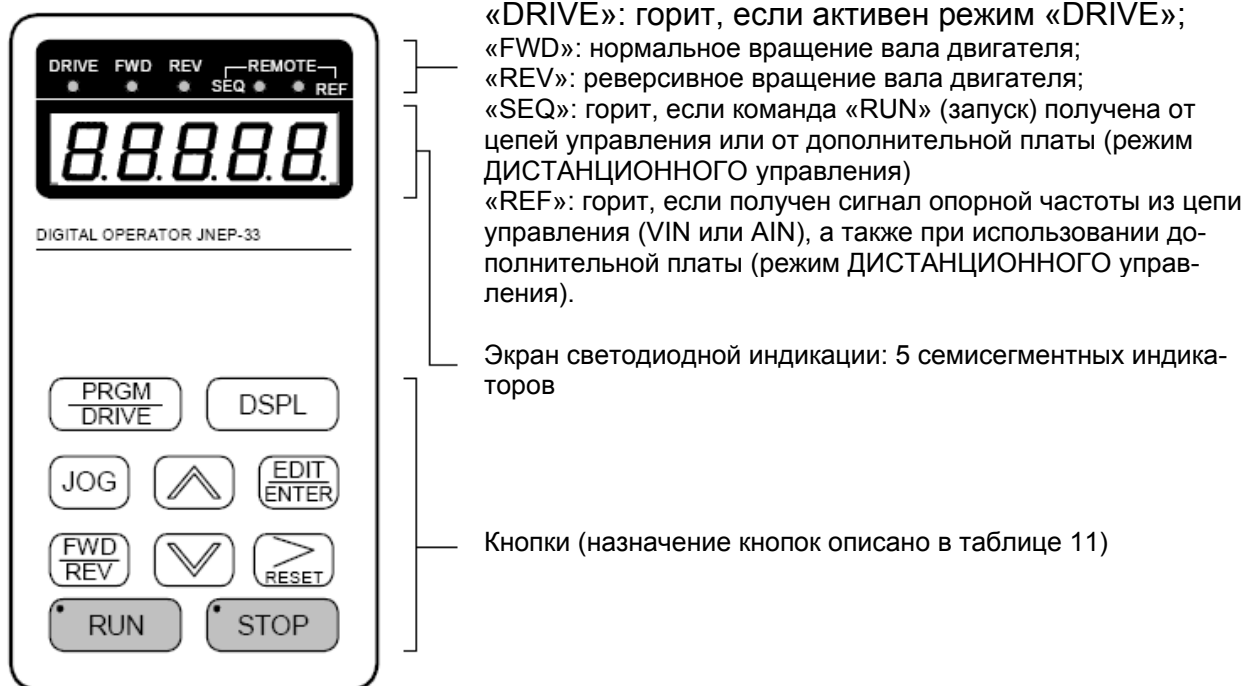

Рис. 10. Цифровой пульт управления со светодиодной индикацией
- Все преобразователи 7200GS имеют стандартный цифровой пульт управления с ЖК индикацией (JNEP-34). Кроме того, возможно применение пульта JNEP-33 (показан на рис. 10) со светодиодной индикацией (подключается при помощи того же кабеля и разъема).